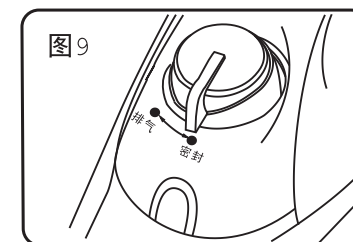

图9
- 5、放置好限压放气阀，并确认限压放气阀已处于密封的位置。（见图9）